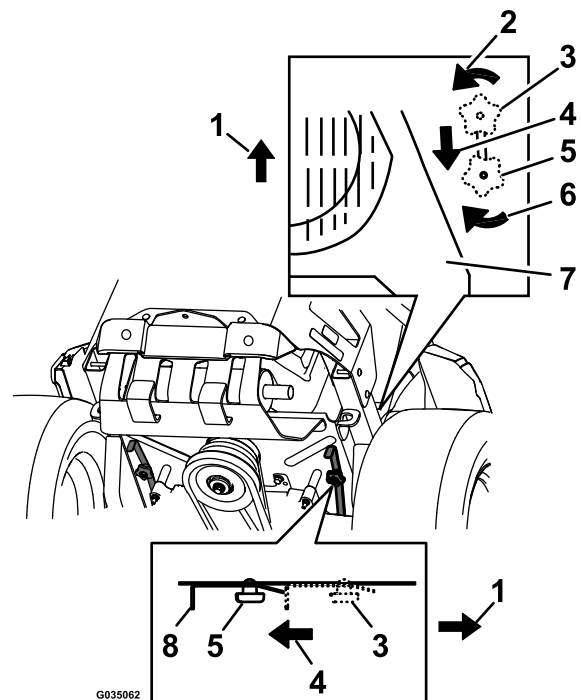

Figura 33
4. Para empujar la máquina, mueva ambos pomos de desvío hacia atrás y bloquéelos en esa posición (Figura 33).
6. Para conducir la máquina, mueva los pomos de desvío a la posición de HACIA ADELANTE y bloquéelos en esa posición (Figura 33).